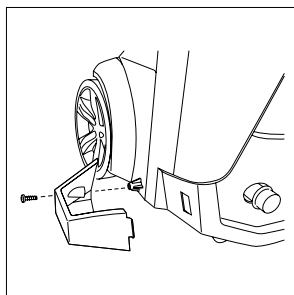

Fig. 2
- Faites glisser la languette dans la fente et vissez le plateau de buse au bas de l'appareil. (Fig. 2) Lors du placement du pistolet avec la lance, l'embout buccal reste dans ce plateau.